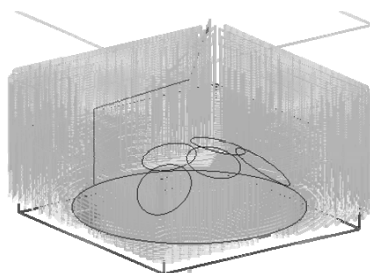

图 5-15 生成刀具轨迹
2) 单击鼠标右键确认，系统开始计算，稍后得出刀具轨迹如图 5-15 所示。